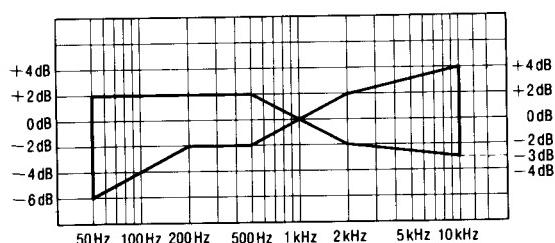

Abb. 4
- Das in Schritt 1 aufgezeichnete Signal wiedergeben und prüfen, ob der Pegel jeder Ausgangsfrequenz im Bereich liegt, der in Abb. 4 im Vergleich zur Referenzfrequenz (1kHz) gezeigt wird.